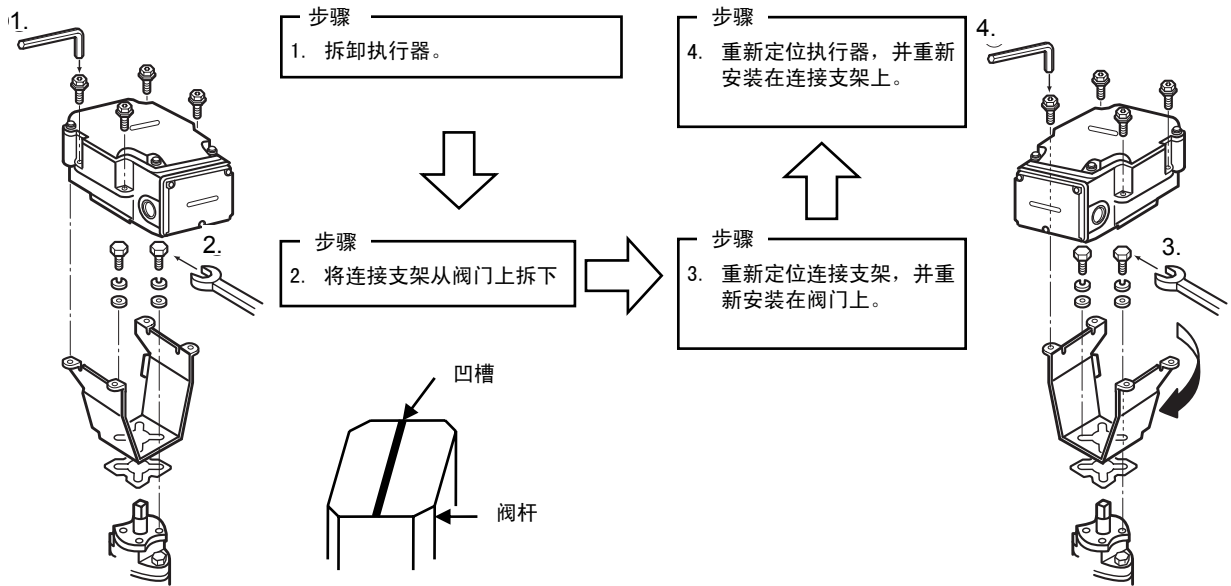

图 8 改变执行器的安装位置
- 2) 拆下连接执行器和连接支架的螺丝。拆卸执行器，使其与连接支架分离。[确认阀杆顶部的凹槽与配管平行（位于全开位置）]。<参见图 8 中的步骤 1>。
- 3) 拆下连接于连接支架和阀体的螺丝。<参见图 8 中的步骤 2>。
- 4) 将连接支架的方向更改为所需方向。执行器能以每 90 度进行水平旋转，以便符合阀门的安装位置（从出厂时的设置位置变成 0° /90° /180° /270° ）。<参见图 8 中的步骤 3>。
- 7) 改变执行器的方向，并将其安装到连接支架上。<参见图 8 中的步骤 4>。